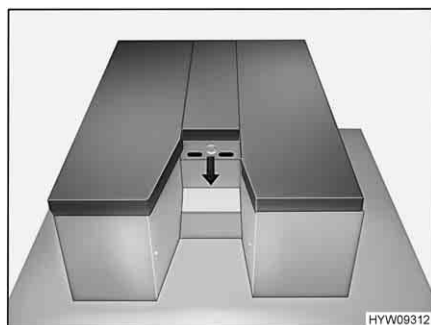

Fig. 80 Apertura del diaframma
- Premere il bottone a pressione e aprire il diaframma (Fig. 80).